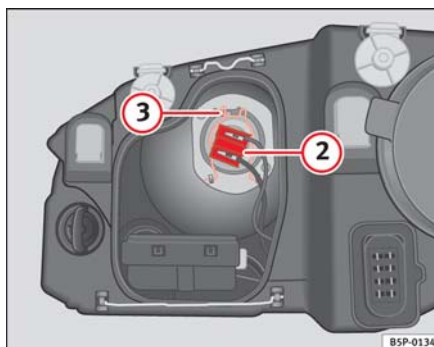

Fig. 168 Luz de cruce
- Extraiga el conector ⇒ fig. 168 ② de la lámpara.
- Desenganche el resorte retentor ⇒ fig. 168 ③ presionándolo hacia dentro y a la derecha.